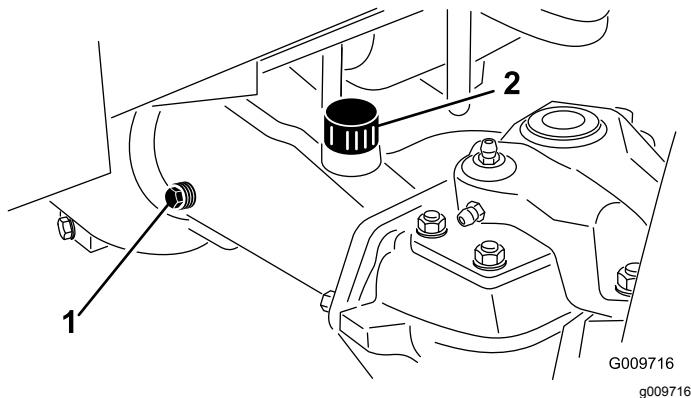

Bild 96
- Entfernen Sie eine Prüfschraube aus einem Ende der Achse (**Bild 96**) und stellen sicher, dass das Öl die Unterseite des Lochs erreicht. Entfernen Sie bei niedrigem Ölstand die Füllschraube (**Bild 96**) und füllen genug Öl ein, um den Stand bis an die Unterseite der Prüfschraubenöffnungen anzuheben.